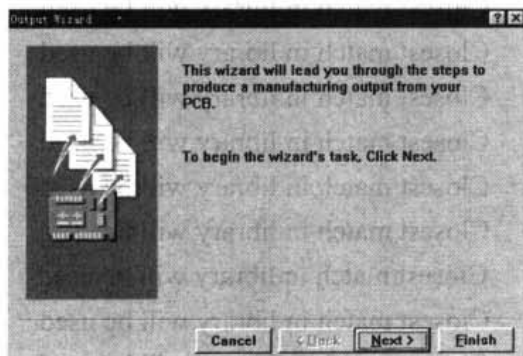

图 18-9 Output Wizard (输出向导) 对话框
- (3) 单击 OK 按钮, 系统弹出如图 18-9 所示的 Output Wizard (输出向导) 对话框。